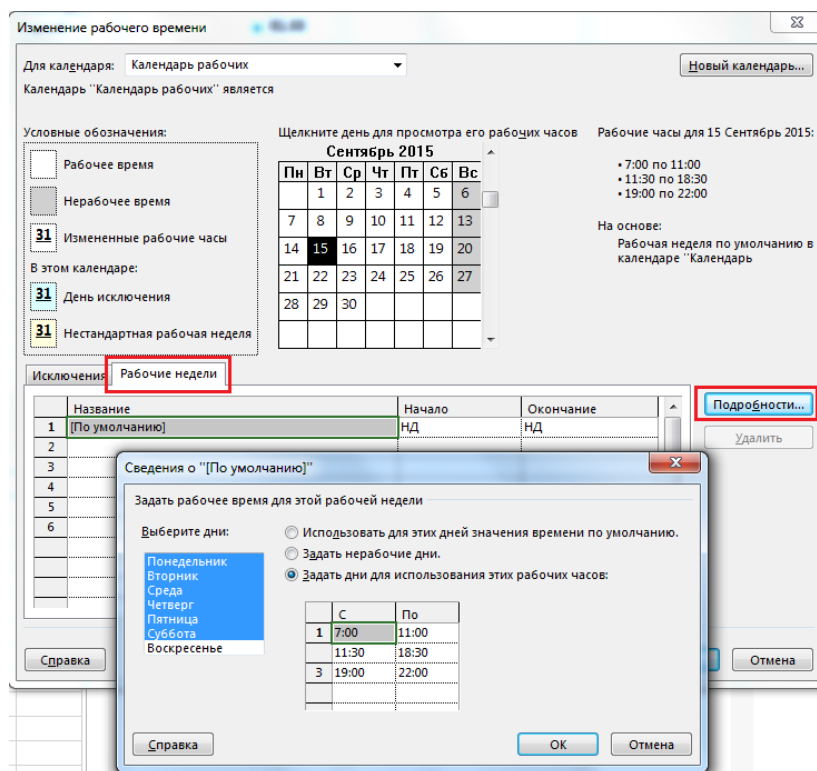

Рисунок 3.3 – Задание свойств календаря рабочих
4. Выбрать переключатель «Задать дни для использования этих рабочих часов» и ввести рабочие часы, Таблица 3.3, Рисунок 3.3. Таким образом, мы задали шестидневный график работы для данного календаря.
8. Выбрать начало повторения и или периодичность повторения или дату окончания повторения, Рисунок 3.3.